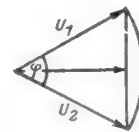

Bild 19. Die Spannungsschwankung längs der zwischen den beiden Endpunkten eines Kettengliedes liegenden Widerstandsstrecke
3. Parallel zu jedem Kettenglied liegt ein Potentiometer, mit dem sich jeder zwischen dem Anfangswert und Endwert liegende Phasenwinkel abgreifen läßt. Nach Bild 19 läuft die Vektorspitze der am Potentiometer abgenommenen Spannung auf der Verbindungsgeraden zwischen den Endpunkten der Spannungsvektoren U_1 und U_2 ; dabei ist U_1 die Spannung am Anfang und U_2 die am Ende eines Kettengliedes. Demzufolge ist bei einer mittleren Einstellung des Potentiometers die an ihm abgegriffene Spannung kleiner als in den Endstellungen. Diese Differenz ist um so größer, je größer die Phasenverschiebung innerhalb eines Gliedes ist. Um stärkere Amplitudenschwankungen beim Durchdrehen der Frequenz zu vermeiden, begrenzt man die Phasenverschiebung je Glied mit 90° . Außerdem gleicht man diese Amplitudenschwankungen durch eine Amplitudenregelung aus.